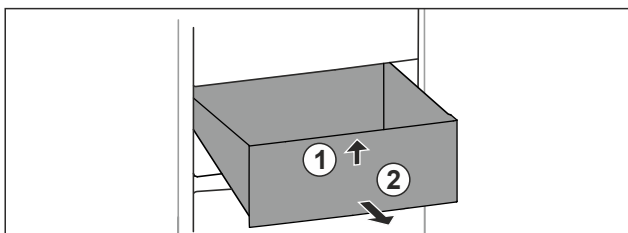

Fig. 86
- ▶ Lyft upp låda fram till. Fig. 86 (1)
- ▶ Ta ut låda genom att dra den framåt. Fig. 86 (2)